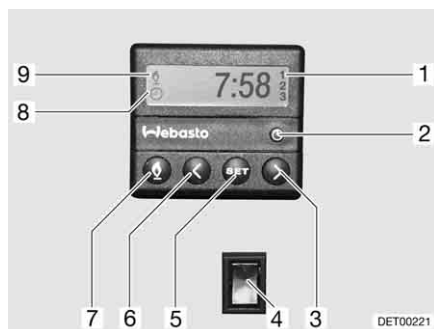

Fig. 127 Centralina di controllo per riscaldamento fisso
- Premere il tasto (Fig. 127,7). Il funzionamento del riscaldamento viene indicato con il simbolo (Fig. 127,9). La ventola viene inserita solo quando la temperatura dell'acqua di raffreddamento è pari a 30 °C.
- Premere il tasto (Fig. 127,7). Il simbolo (Fig. 127,9) si spegne.
- Premere l'interruttore (Fig. 127,4) in basso. Il motore viene preriscaldato. La ventola viene inserita immediatamente.
- Premere l'interruttore (Fig. 127,4) in alto. Il motore rimane freddo.
- Premere il tasto (Fig. 127,2). L'impostazione dell'ora viene indicata con il simbolo (Fig. 127,8).
- Impostare l'ora con i tasti (Fig. 127,3 e 6).
- Premere il tasto (Fig. 127,5).
- Impostare l'orario di accensione con i tasti (Fig. 127,3 e 6) entro 10 secondi.
- Premere il tasto (Fig. 127,5) fino a che nel display (Fig. 127,1) non appare il numero di programmazione desiderato.